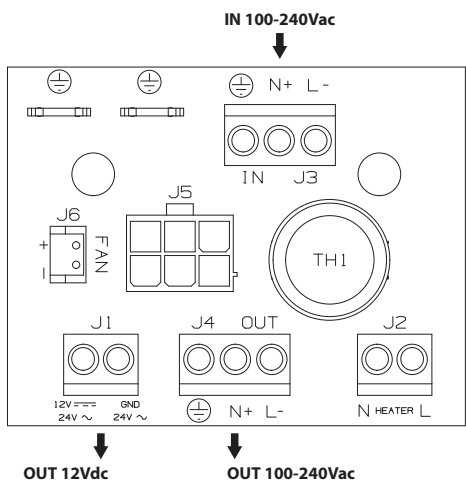

Fig. 02
Den 6-poligen Kabelstecker des Netzteiles (04) in die zugehörige, mit J5 bezeichnete Steckbuchse (05) auf der Trägerschaltung einfügen (Fig. 02).